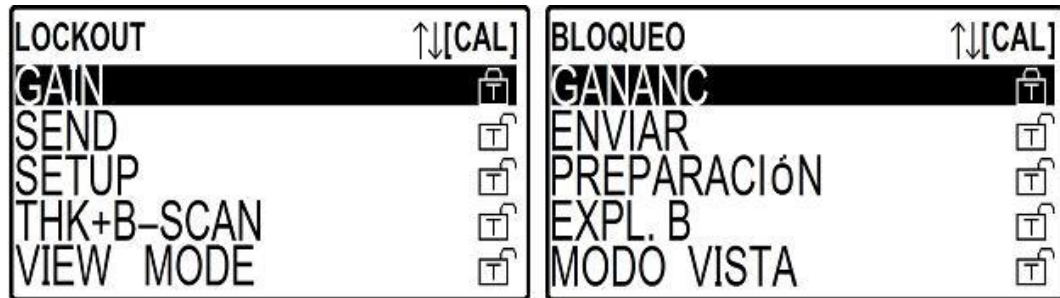

Figura 40: Pantalla del Menú con clave de acceso
- Presione la tecla , que se encuentra a la derecha de la tecla , cuando haya completado la clave o palabra de acceso, con esto el instrumento entra al menú con clave de acceso; entonces la pantalla aparecerá como se muestra en la Figura 40.